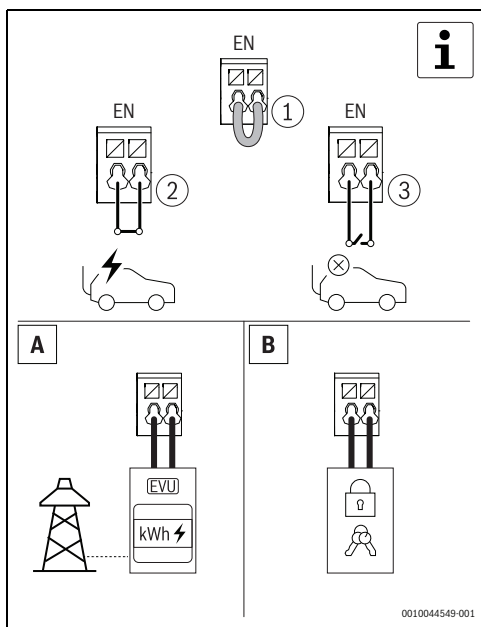

Fig. 119 Valgfrit digitalt input
- ▶ Lås Power Charge 7000i op med RFID-kortet, appen eller med den eksterne blokeringsenhed. Dette trin er valgfrit (→ fig. 119 og 6.1.5, side 120).